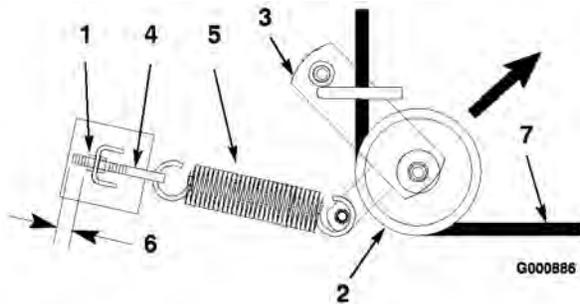
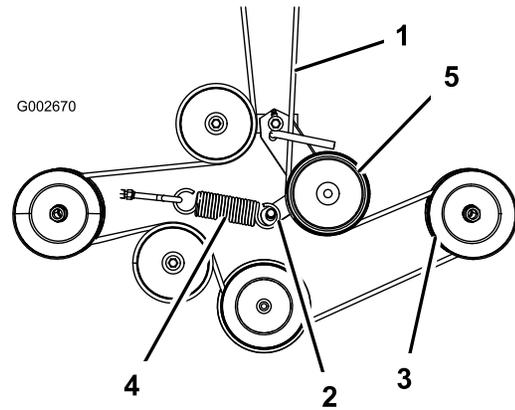

Figura 52
Figura 53
4. Tire de la polea tensora en el sentido que muestra la Figura 52 y retire la correa de las poleas.
5. Pase la correa nueva por el brazo tensor y alrededor de la polea tensora (Figura 52).
6. Tire de la polea tensora en el sentido que muestra la Figura 52 y pase la correa por las otras poleas (Figura 53).
Nota: Compruebe que el largo de la rosca expuesta en el perno de ojal del muelle es de 3 mm (Figura 52).